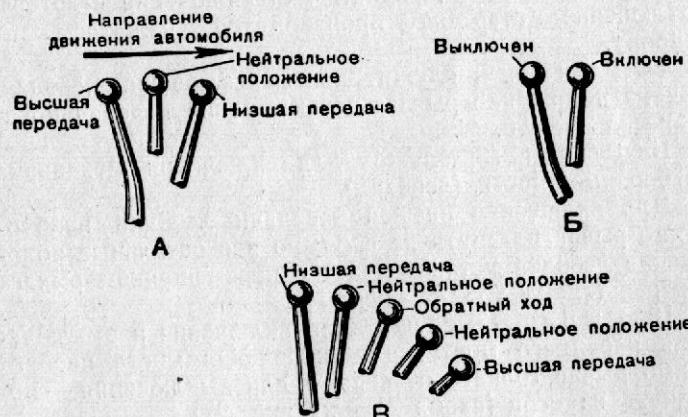

Рис. 27. Схема положений рычагов переключения раздаточной коробки переднего ведущего моста и механизма отбора мощности:
Для включения низшей передачи лебёдки необходимо рычаг потянуть на себя; во все остальные положения лебёдка устанавливается перемещением рычага вперёд (схема «В» на рис. 27).
16. Рычаг 13; служит для включения и выключения переднего моста; для включения моста необходимо рычаг толкать от себя, а для выключения — потянуть на себя (схема «Б» на рис. 27).
чения низшей передачи — толкнуть на себя (схема «А» на рис. 27).